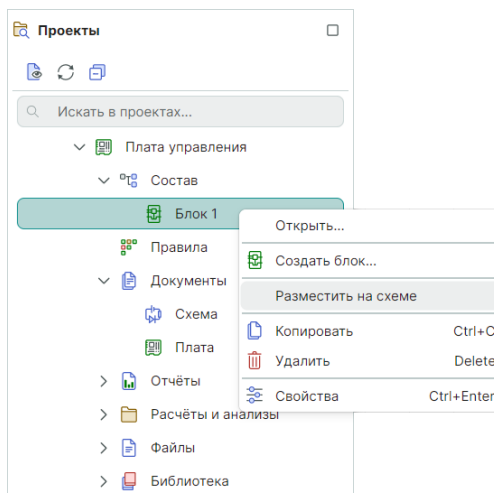

Рис. 282 Выбор блока в дереве проектов
1. Откройте узел «Состав» в дереве проектов, выберите нужный блок и выберите пункт «Разместить на схеме» в контекстном меню, см. Рис. 282.